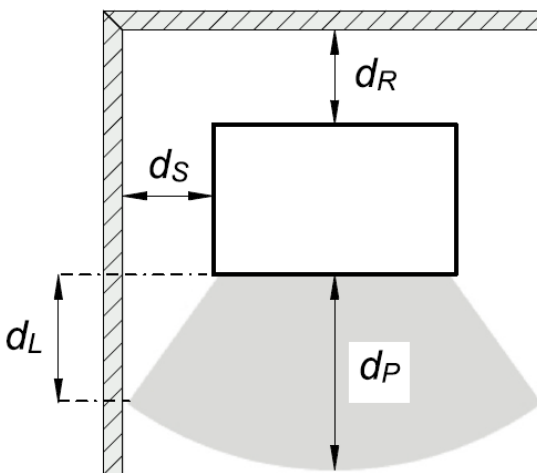
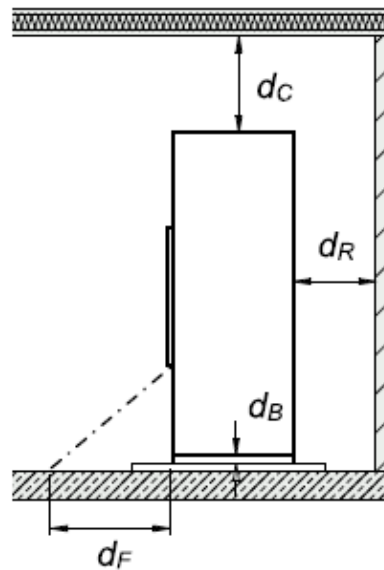

Fig. 4 Distances de sécurité
Fig. 5 Distances de sécurité
**Distances de sécurité à l'intérieur et à l'extérieur de la zone d'irradiation (voir Fig. 4 + Fig. 5 )**